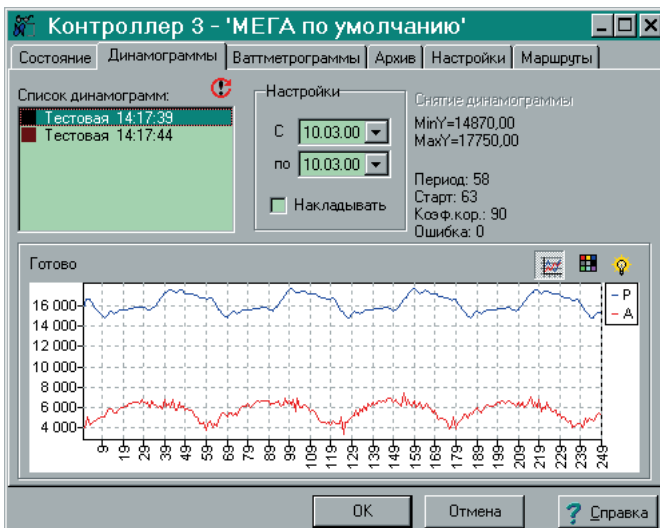

Рис. 10. Диагностика неисправностей насосного оборудования скважины по динамограмме
- С заданной периодичностью осуществляется замер параметров для построения динамограммы (в течение трех периодов качания строятся графики ускорения и нагрузки на «полированный» шток). Автоматическая интерпретация динамограмм в сервере позволяет диагностировать все основные виды неисправностей насосного оборудования скважины (рис. 10).